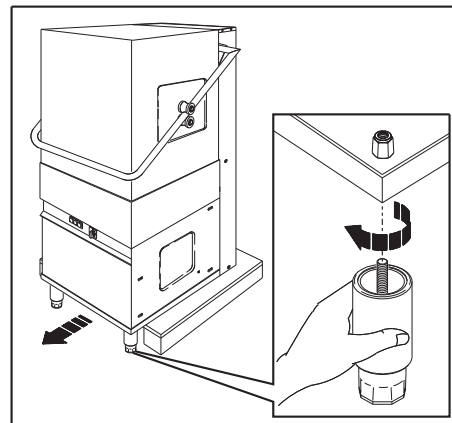

Fig. 4
3. Faire glisser la machine sur la palette jusqu'à libérer deux des quatre trous présents pour y insérer les pieds d'appui (fig. 4).
Prendre un des pieds fournis et visser la vis dans l'un des deux sièges libérés (fig. 4).
Effectuer le montage du deuxième pied en suivant la même procédure (fig. 4).